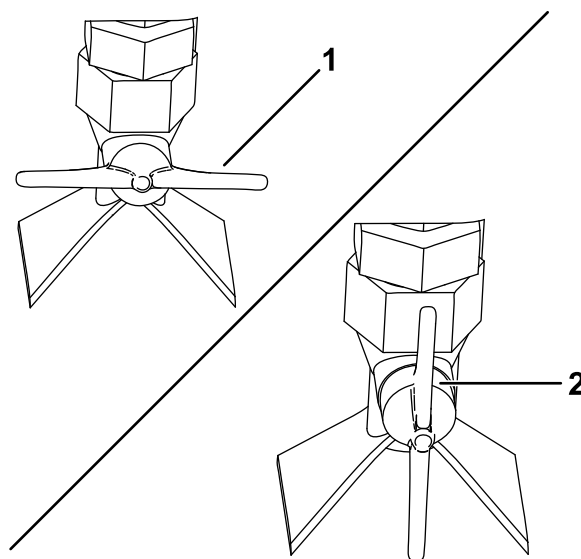

Figura 89
- Para selecionar o jato em leque—gire a válvula de aspersão na lateral do bico para a posição horizontal (Figura 89).
- Para selecionar o jato sólido—gire a válvula de aspersão na lateral do bico para a posição vertical (Figura 89).